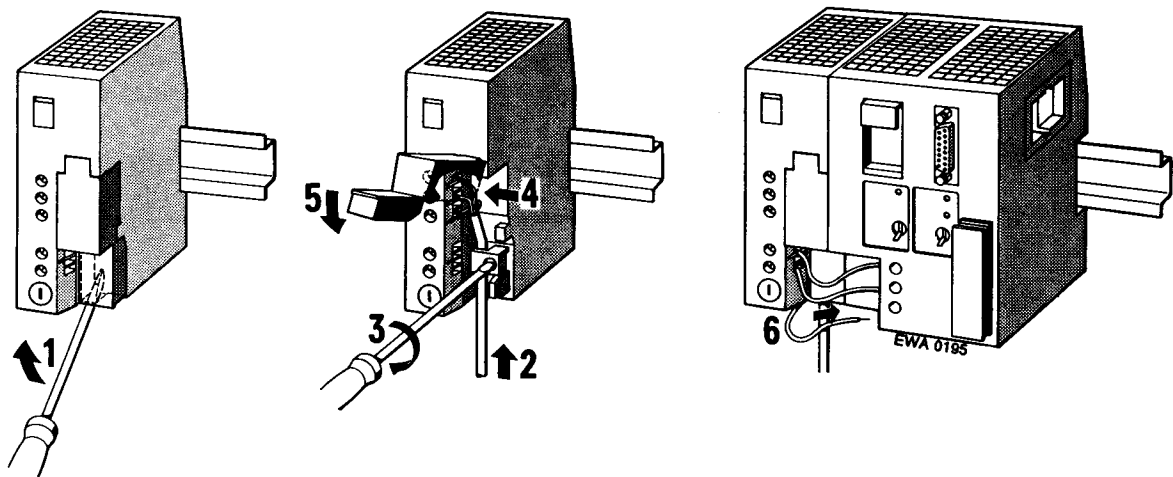

Bild 3.11 Anschluß von Stromversorgungs- und Zentralbaugruppe
- ▶ Schließen Sie das Netzkabel an die Klemmen L1, N und \perp an (→ Bild 3.11) und